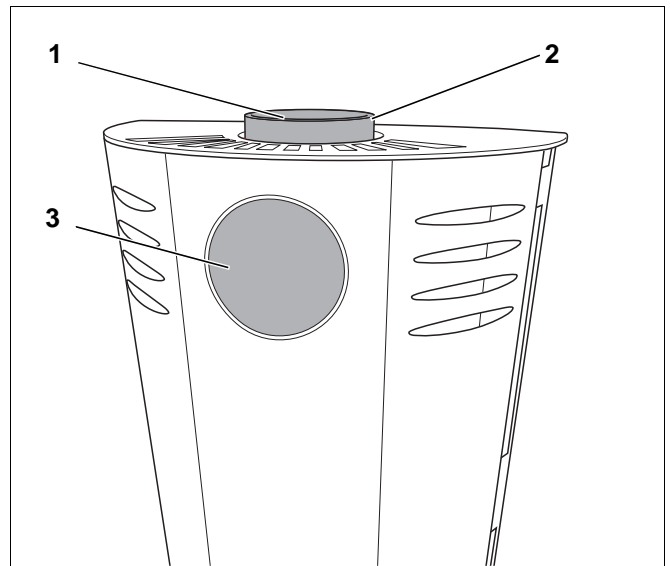

Abb. 7 Anschlüsse
- Abgasanschluss Oberseite, über die obere Abgasöffnung nach oben (Abb. 7, **Pos. 1**).
- Abgasanschluss Rückseite, über die rückseitige Abgasöffnung nach hinten (Abb. 7, **Pos. 3**).
Werkseitig ist der Abgasstutzen (Abb. 7, **Pos. 2**) am Abgasanschluss Oberseite des Kaminofens montiert.